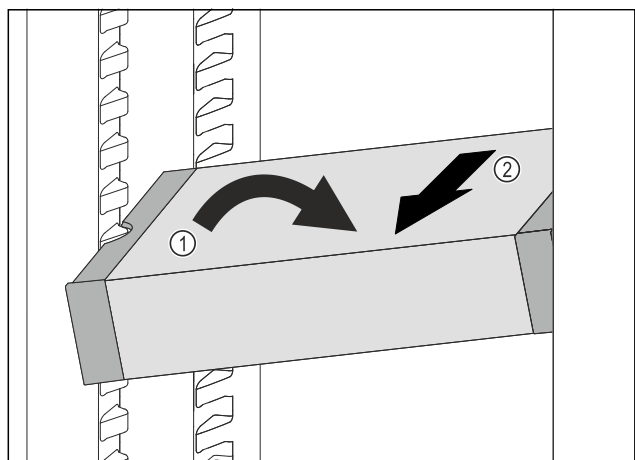

Fig. 104
- ▶ Расположите VarioSafe в холодильном отделении под наклоном. Fig. 104 (1)
- ▶ Извлеките VarioSafe движением вперед. Fig. 104 (2)